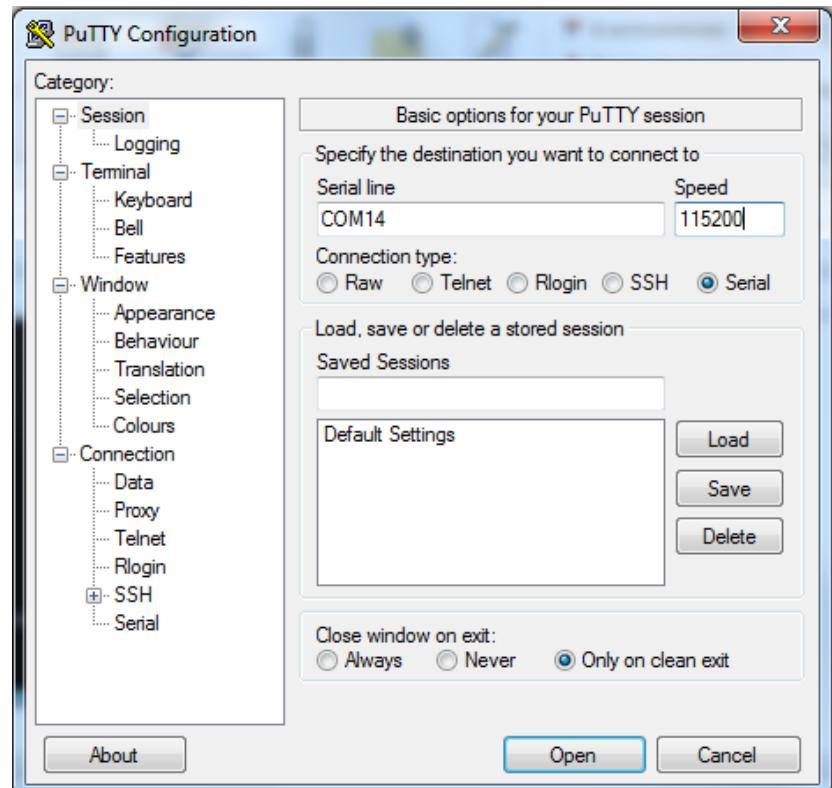

Рисунок 6. Установка параметров соединения
- в разделе «Session» ввести номер COM-порта, к которому подключен контроллер (см. Рис.6) и нажать кнопку «Open».